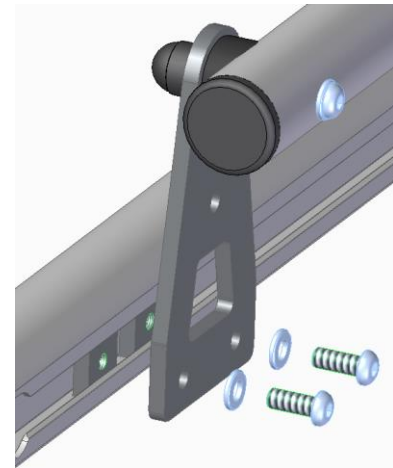

Abbildung 7
Das Rohr (9) für die Befestigungskralen (10 + 11) wird am oberen Querträger mithilfe von Linsenkopfschrauben M6x16, Unterlegscheiben und Nutensteinen, die in die Nut des Querträgers geschoben werden, montiert (Abb. 7). An diesem Rohr können dann die Befestigungskralen befestigt werden (siehe Titelbild der Anleitung). Je nach Montage des Auslegers und Querträgers muss das Rohr (9) für die Befestigungskralen (10 + 11) von den Blechen abmontiert und im unteren Loch der Bleche montiert werden.